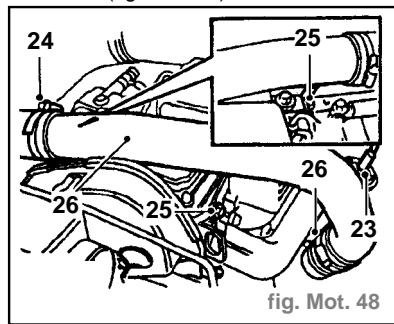

fig. Mot. 48
- Débrancher le tuyau (23) de la soupape de RGE (fig. Mot. 48).